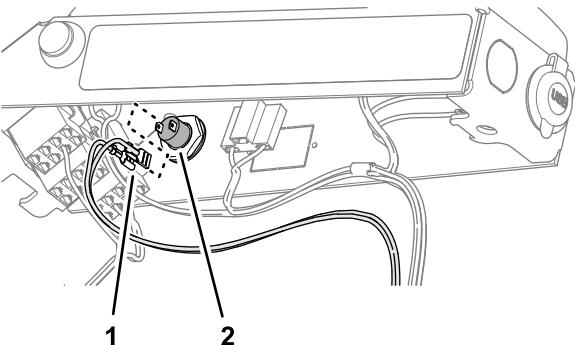

図 108
4. REMOTE ENGAGE SWITCHというラベルの付いたワイヤーハーネス分岐の端子を、プッシュボタンスイッチの端子に取り付けます(図 108)。